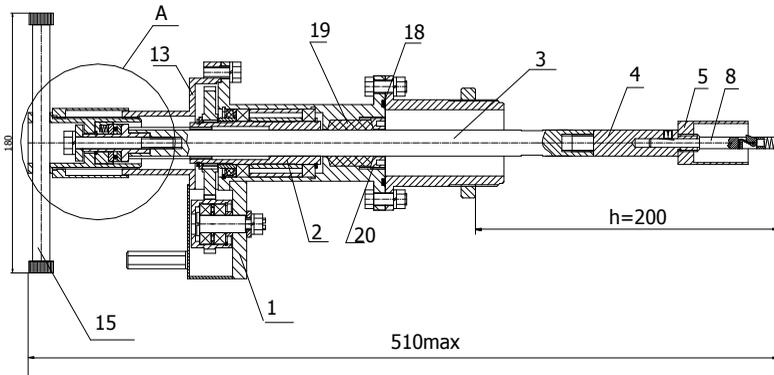
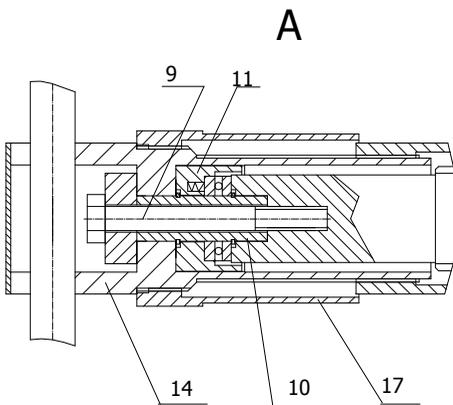
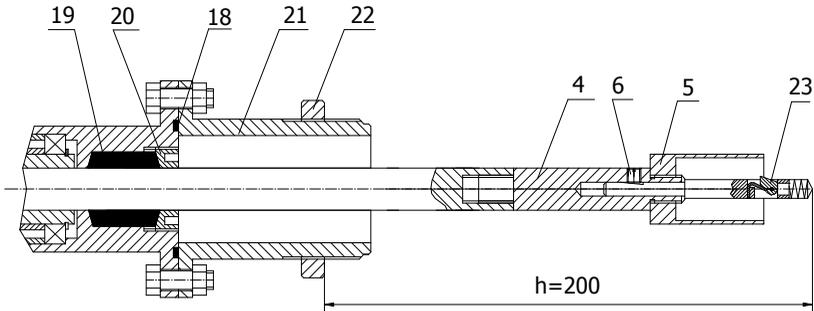

Рис.1
Рис.2 (остальное см.рис.1)
Рис.3 (остальное см. рис1)
3.1. Габаритные и установочные размеры механизма соответствуют рис. 1, 2,3.
5.1. Механизм врезки (рис. 1,2,3) предназначен для передачи вращения кольцевой фрезе и сверлу, закрепленными на валу механизма, от аккумуляторного шуруповерта и механической подачи фрезы и сверла вручную.
В корпусе 1 на подшипниках качения установлена втулка 2, внутри которой, с возможностью осевого перемещения, расположен шлицевой вал 3. На выходном конце вала крепится хвостовик 4 (рис.1,3). К хвостовику 4 крепится кольцевая фреза 5, которая является сменной в зависимости от диаметра магистрального трубопровода, и центровое сверло 8. На другом конце вала 3 при помощи винта 9 крепится втулка 10 (рис 2). На втулке 10 установлен упорный подшипник и втулка 11, в глухих отверстиях которой расположены пружины, поджимающие упорный подшипник. Вращение кольцевой фрезе 5 и сверлу 8 передается от аккумуляторного шуруповерта (на рис. не показан) через зубчатую передачу на втулку 2 и далее через шлицевое соединение на вал 3. К корпусу 1 крепится крышка 13, в которую при помощи ручки 15 ввинчивается втулка 14 (рис.2). На наружной резьбе втулки 14 установлена втулка 17, которая служит для предохранения от загрязнения резьбы. Подача кольцевой фрезы 5 и сверла 8 осуществляется ручкой 15. Обратный ход шлицевого вала 3 с кольцевой фрезой и сверлом осуществляется вращением ручки 15 в противоположном направлении. Резиновое кольцо 18 и пропитанный асбест 19, закрепленный гайкой 20, предназначены для уплотнения и предохранения механизма от воды во время врезки в трубопровод.
7.1. Перед началом эксплуатации соберите механизм: закрепите хвостовик 4 с соответствующей фрезой (рис.1,3) на валу механизма. Хвостовик 4 (рис.3) должен быть установлен таким образом, чтобы винт поз.6 попал на лыску сверла. На механизме закрепите переходник поз.21 с гайкой поз.22 (рис.3), соответствующий шаровому крану. Произведите внешний осмотр механизма, проверьте крепление узлов, при необходимости подтяните крепеж.
8.2. Включите аккумуляторный шурупверт, и кольцевая фреза со сверлом начнут вращаться. С помощью ручки 15 (рис. 1) начните малую подачу фрезы со сверлом. Для обеспечения подачи фрезы вращение ручки 15 производится против часовой стрелки со стороны ручки.
8.3. После окончания врезки вращением ручки 15 по часовой стрелке со стороны ручки выверните втулку 14 (рис.1, 2) из крышки 13 и выведите кольцевую фрезу со сверлом до упора фрезы во фланец механизма.